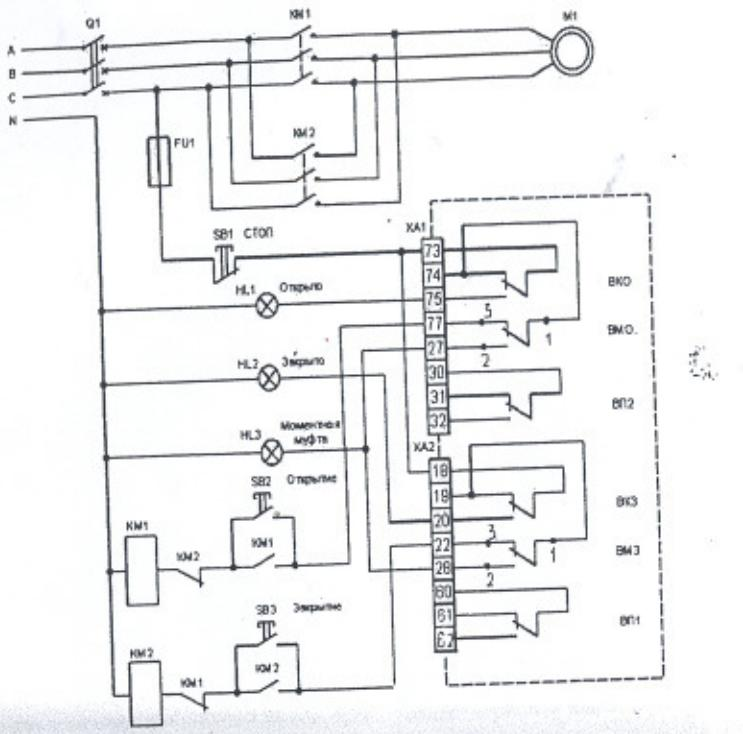

Рис. 2. Рекомендуемая электрическая принципиальная схема включения
- сигнализацию на пульте управления крайних положений запорного устройства арматуры – лампочками HL1 и HL2, срабатывания муфты предельного момента – лампочкой HL3 (рис. 2);